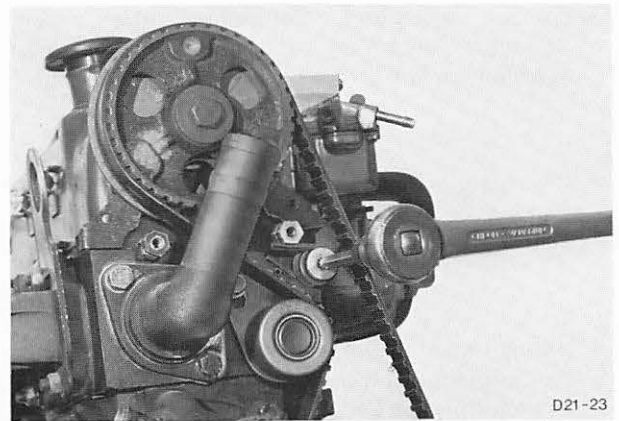

Abb. 273 Zahnriemenspanner mit Spezialwerkzeug 21-012 lösen
8. Zahnriemenspanner lösen, damit er sich beim zweimaligen Durchdrehen des Motors gegen den Zahnriemen legen kann, Abb. 273. Nach dem Durchdrehen Zahnriemenspanner (zuerst Sechskantschraube, dann Spezialschraube) und Zahnriemenrad-Nockenwelle mit Drehmoment festdrehen.